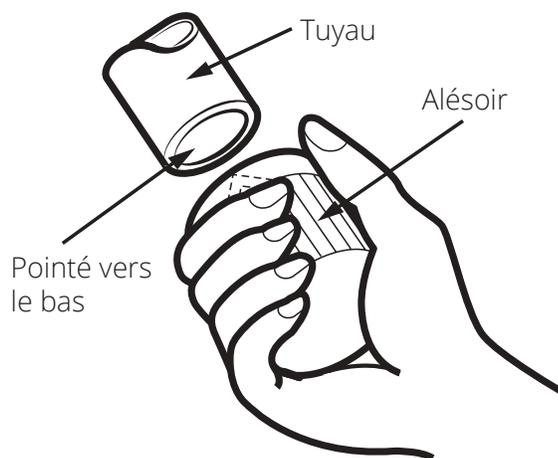

Fig. 2.10
2. À l'aide d'un alésoir ou d'un outil à ébavurer, enlevez toutes les bavures de la section coupée du conduit. Voir la **Fig. 2.10**